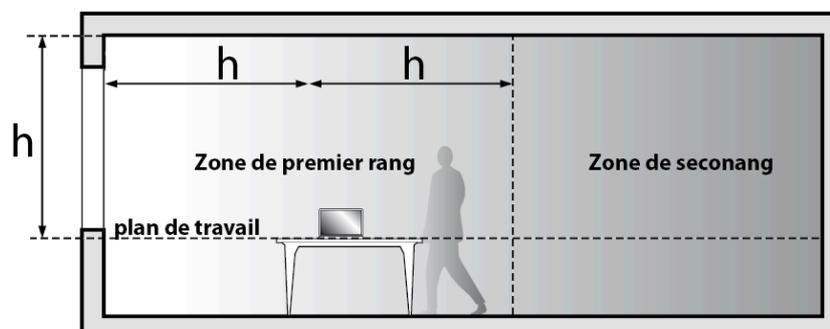

Figure 109 : Représentation schématique des zones de premier et second rangs (référentiel Certivea®)
1. Les valeurs de FLJ sur les zones de premier et second rang sont accessibles en activant ce bouton (voir représentation schématique des zones de 1er et 2nd rang selon référentiel Certivea® sur la Figure 109).